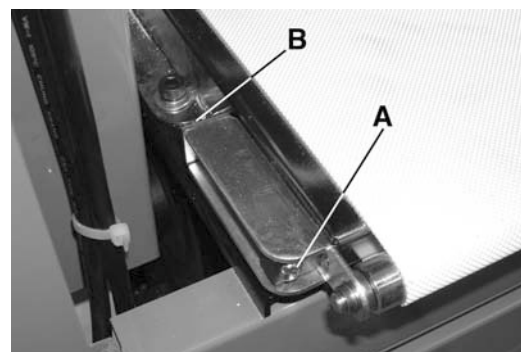

Figure 9
La tension et le centrage de la courroie du convoyeur se règlent avec l'ajustement de deux vis d'ajustement (A) Fig.9 et écrous hexagonaux (B), une de chaque côté à l'arrière du convoyeur. Si la courroie du convoyeur est trop lâche, trop tendue ou glisse vers la droite ou la gauche, suivre les instructions suivantes;
Si la courroie du convoyeur glisse, alors il est nécessaire d'augmenter la tension de la courroie du convoyeur. Placez une clé ouverte sur l'écrou hexagonal (B) Fig.9 et ajustez la vis d'ajustement (A) de chaque côté du convoyeur. Tournez les deux vis d'ajustement (A) dans le sens horaire (même montant de tours de chaque côté) pour tensionner la courroie du convoyeur.
Pour effectuer l'ajustement de centrage de la courroie du convoyeur, le convoyeur doit être en marche. Si la courroie glisse vers la droite, placez une clé ouverte sur l'écrou hexagonal (B) Fig.9 et tournez la vis d'ajustement (A) du côté droit dans le sens horaire, ceci fera glisser la courroie vers la gauche. Une fois que l'ajustement est terminé, laissez le convoyeur en marche pour approximativement 10 minutes et observez votre ajustement. Soyez patient, la courroie ce centre lentement. Si la courroie glisse trop vers la gauche, réajustez la vis d'ajustement du côté droit dans le sens anti-horaire.
Si la courroie du convoyeur devient trop usée, vos opérations de ponçage ne produiront pas de résultats satisfaisants. Pour remplacer la courroie du convoyeur, il est recommandé de retirer les couvercles de côté. Retirez les deux vis à tête bombée (A) Fig.17 et le garde de protection (B). Ensuite retirez les quatre boulons à tête cylindrique (C) Fig.17 (deux de chaque côté) qui retiennent le convoyeur au châssis. Inclinez et glissez le convoyeur hors du châssis. Relâchez la tension de la courroie du convoyeur (voir section ajustements-Fig.9). Retirez la courroie (D) usée et remplacez-la avec une courroie identique. Réinstallez le convoyeur sur le châssis, avant de procéder, n'oubliez pas de suivre les instructions d'ajustement de la courroie du convoyeur dans ce manuel.